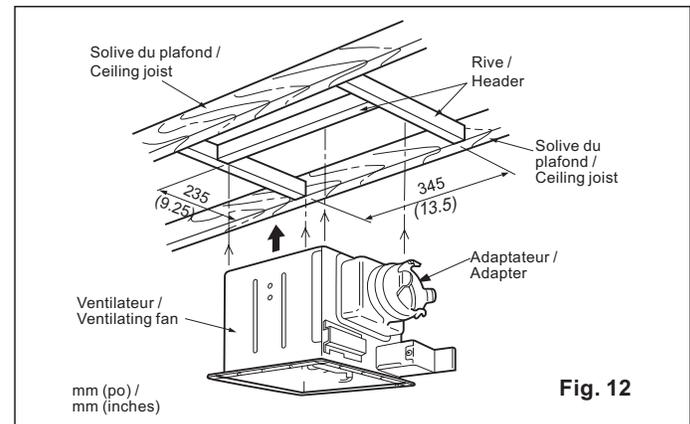

Fig. 12
- Fixer les tasseaux entre les solives à l'aide de clous ou de vis (voir Fig. 12)
- Install header between ceiling joists using nails or screws. (Fig. 12)
- Mettre en place l'aérateur et le fixer par vis (voir Figs. 12 et 13).
- Install the ventilating fan and screw it. (Fig. 12, Fig. 13)